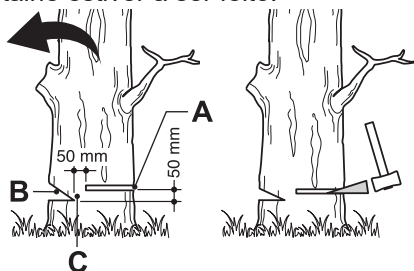

Fig. 29
Fazer o entalhe (Fig. 29, B) 1/3 do diâmetro da árvore, perpendicular à direcção da queda (Fig. 29). Fazer primeiro o corte do entalhe horizontal inferior. Isto ajudará a evitar o entalhe da corrente da serra ou da barra-guia quando o segundo entalhe estiver a ser feito.
1. Faça o corte de abate (Fig. 29, A) pelo menos 50 mm acima do corte de entalhe horizontal (Fig. 29). Mantenha o corte de abate paralelo ao corte de entalhe horizontal. Faça o corte de abate de modo que haja madeira suficiente para atuar como uma dobradiça. A madeira da dobradiça (Fig. 29, C) evita que a árvore torça e caia na direcção errada. Não corte a dobradiça.